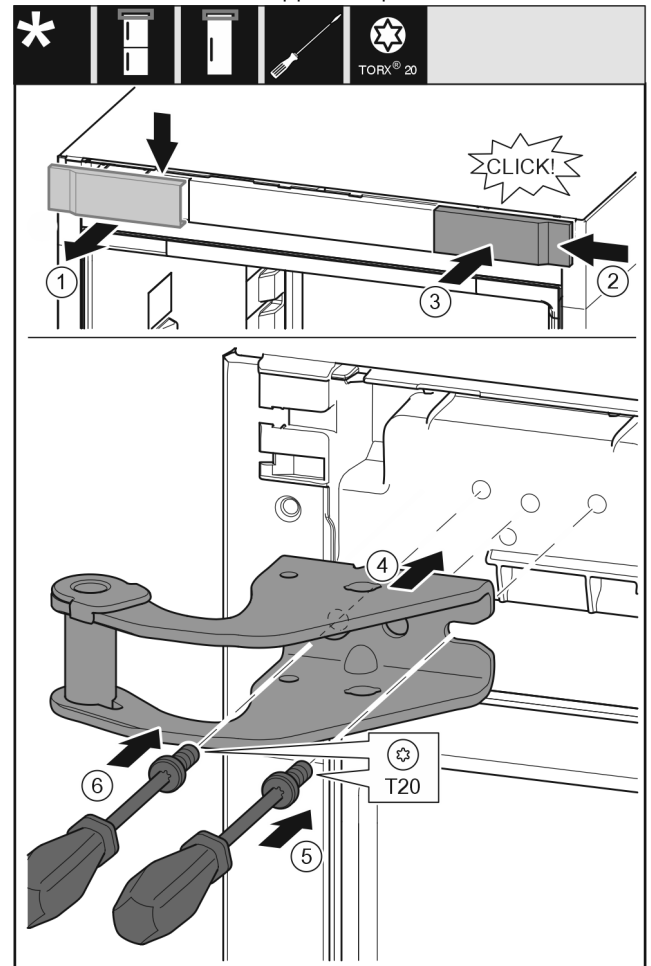

Fig. 11
- ▶ Retirer le cache du haut vers l'avant. Fig. 11 (1)
- ▶ Accrocher le cache tourné de 180° de l'autre côté de droite. Fig. 11 (2)
- ▶ Encliquer le cache. Fig. 11 (3)
- ▶ Mettre en place le support de palier supérieur. Fig. 11 (4)
- ▶ Mettre en place la vis avec un tournevis T20 et la serrer. Fig. 11 (5)
- ▶ Mettre en place la vis avec un tournevis T20 et la serrer. Fig. 11 (6)